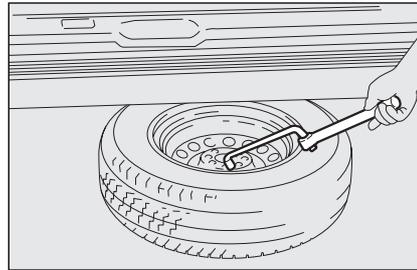

Abb. 7a
- Mit dem Radchlüssel **C** das Rad aus dem Fahrzeug ziehen **Abb. 7a**;